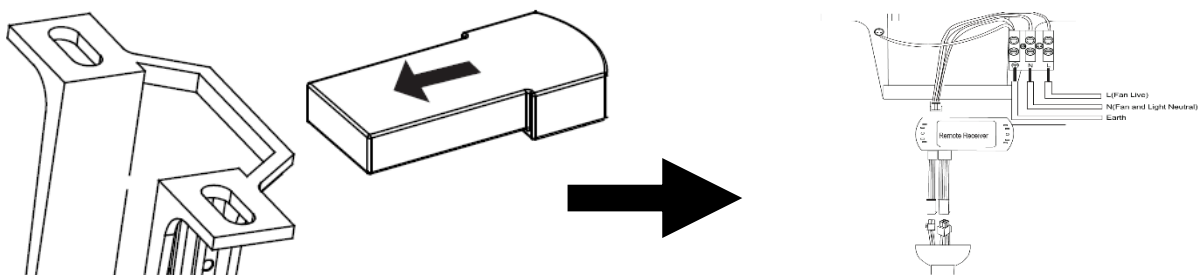

Abb. 8
Beachten Sie zu den nachfolgenden Anweisungen zur Verdrahtung des Ventilators Abb. 8.
- Stecken Sie den Fernbedienungsempfänger oberhalb der Kugelaufhängung vorsichtig in den Spalt an der Halterung. Achten Sie darauf, keines der Kabel zu beschädigen oder zu lösen. (Abb. 8)